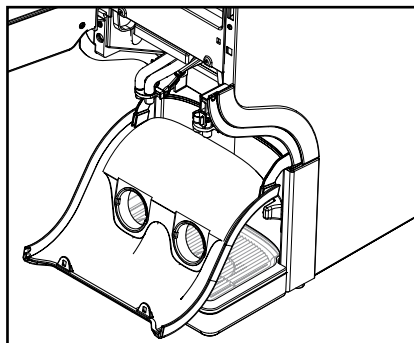

Fig. 26
- b. Trekk utløpslokket nedover (fig.26).